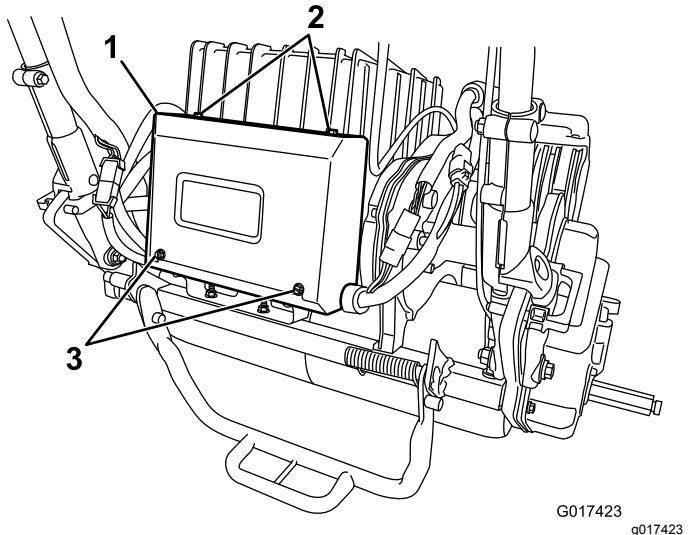

Figura 41
2. Rimuovete le 2 viti posteriori dalla centralina elettrica e allentate le 2 viti superiori, quindi rimuovete il coperchio della centralina (Figura 41).